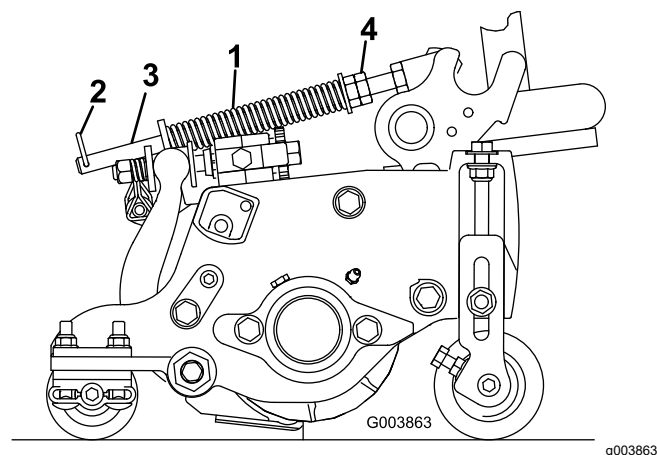

Figura 51
2. Strângei piuliele hexagonale pe capătul frontal al tije arcului, până când lungimea comprimată a arcului este de 15,9 cm; consultați Figura 51.
Arcul de compensare pentru gazon (Figura 51) transferă greutatea de la rola frontală pe cea posterioară. Acest lucru ajută la reducerea valurilor create la nivelul gazonului, fenomen cunoscut i drept undulare sau oscilare.
1. Asigurai-vă că tiftul în formă de agrafă este montat în orificiul posterior al tije arcului (Figura 51).